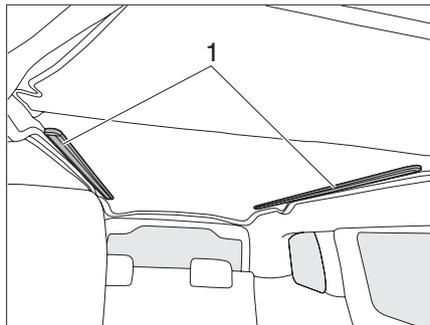
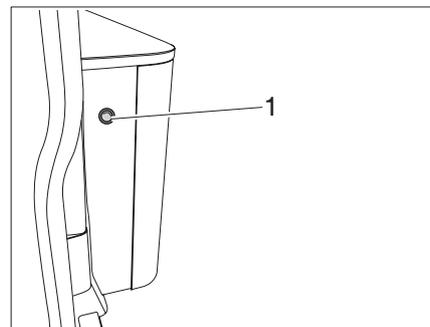
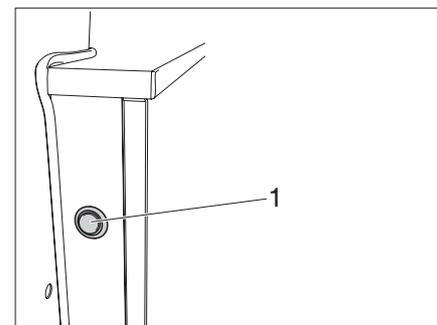
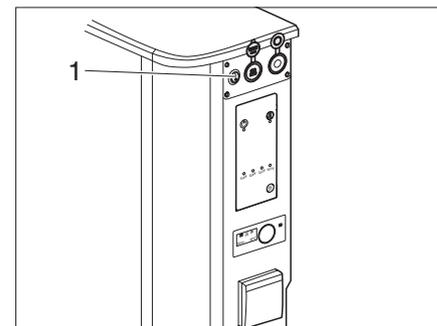

Fig. 27 Fasce luminose a LED sotto la cuccetta
Fig. 28 Pulsante nell'ingresso
Fig. 29 Pulsante nella parte posteriore del veicolo
Fig. 30 Pulsante sul blocco di connessione, a sinistra
A sinistra e a destra sotto le cuccette si trovano due fasce luminose a LED (Fig. 27,1).
► Attivare/disattivare entrambe le fasce luminose a LED (Fig. 27,1) con il pulsante nella zona di accesso (Fig. 28,1), con il pulsante nella parte posteriore del veicolo (Fig. 29,1) o con il pulsante (Fig. 30,1) sul blocco di collegamento.
La luminosità delle fasce luminose a LED può essere regolata con i pulsanti (Fig. 28,1; Fig. 29,1 o Fig. 30,1).